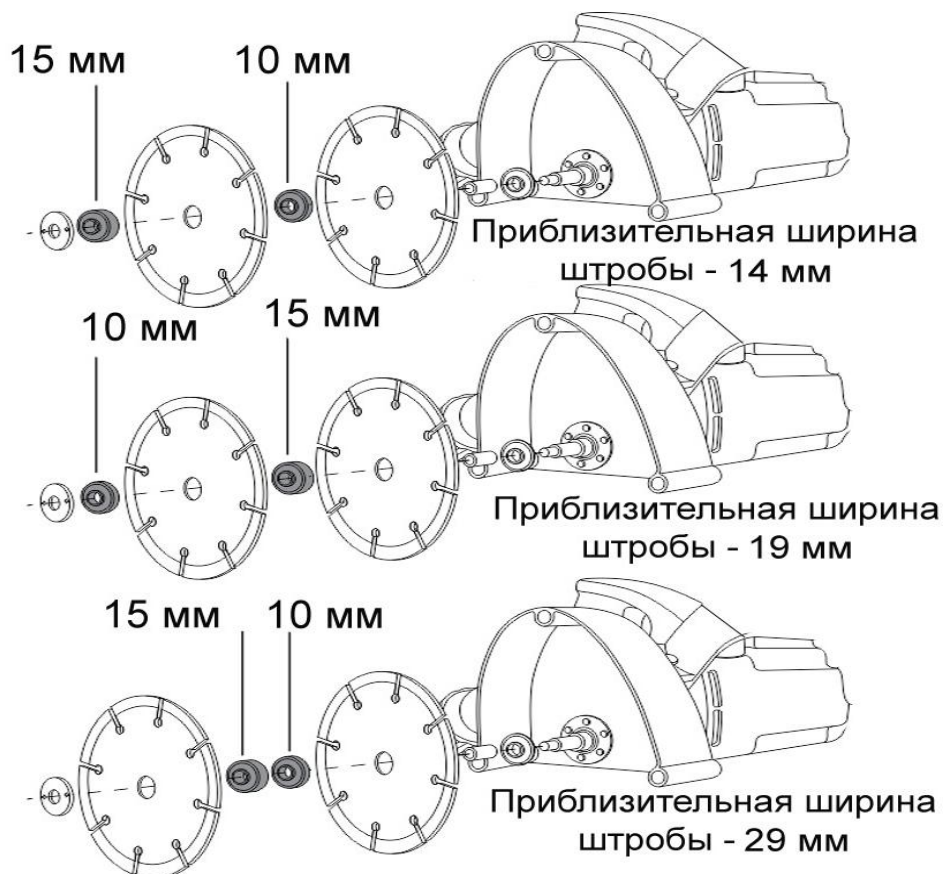

Рис. 3
- Ослабьте крепежный винт ограничителя глубины (4) и установите необходимую глубину.
- Примерная схема установки распорных колец указана на рис. 3